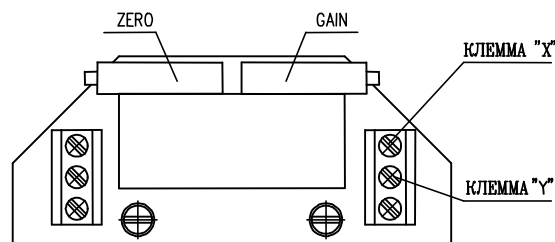

Рис.6
4.4.2 EPV - подключение 3-х внешних кабелей (рис.6, 6а)
- Установите омический датчик на основании инструкций в предыдущей главе так, что омическую величину измеряйте на клеммах X-Y или 0%-100% (рис.6,6а). Употреблен датчик с омической величиной 2000Ω или 100Ω.
Рис.6а